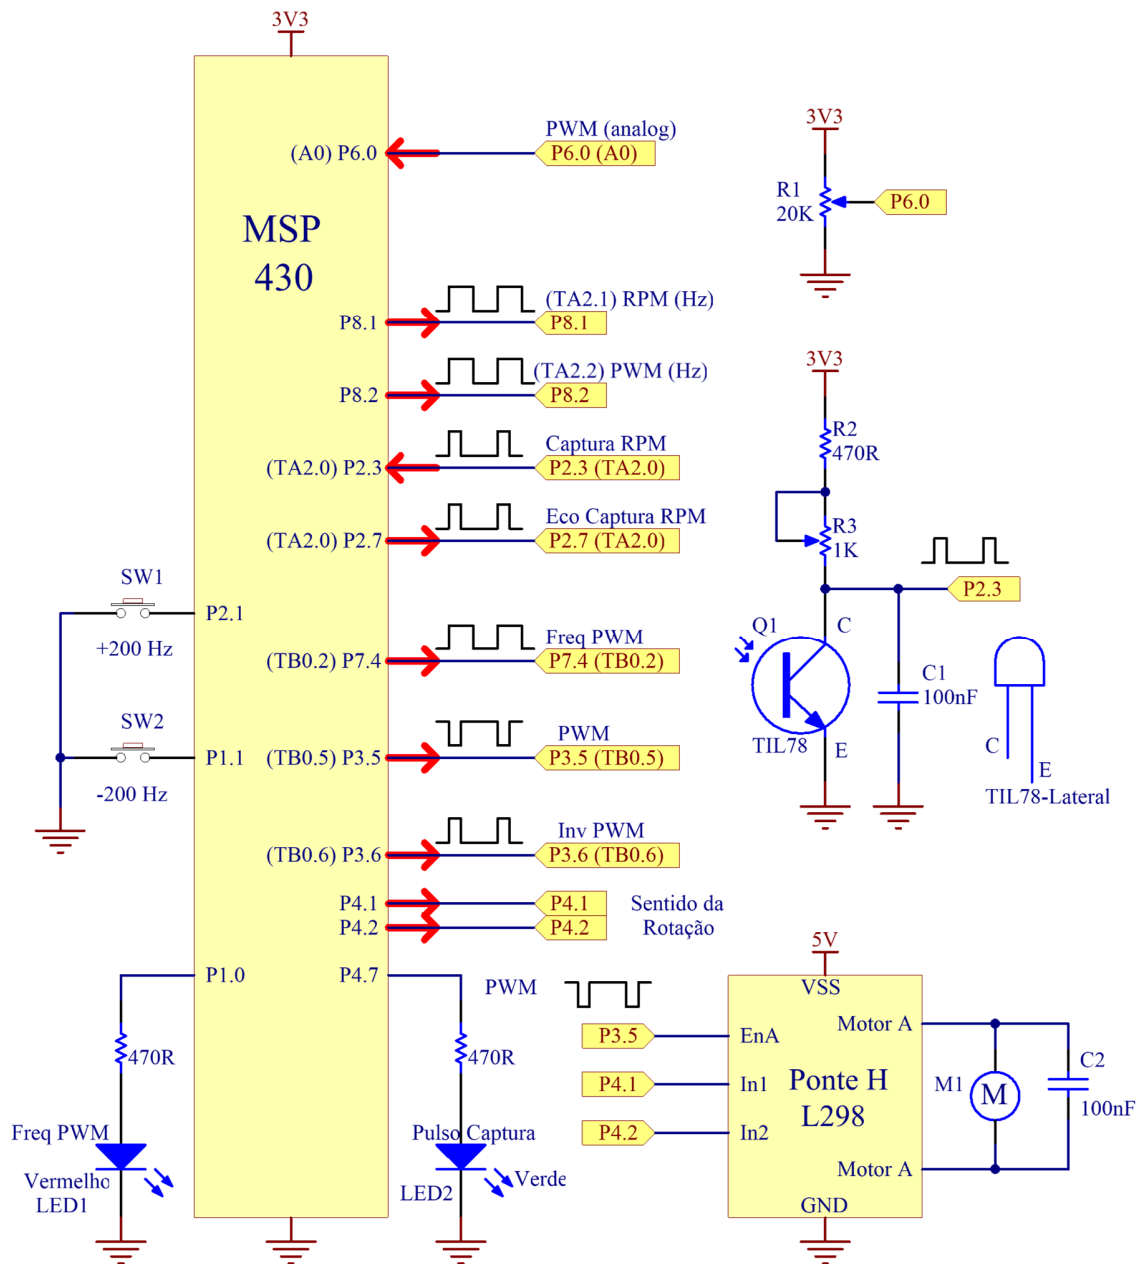

Figura M.23. Ambiente de experimentação de motor DC usando a placa com o L298.
**Solução:** A Figura M.23 apresenta a solução para a conexão da placa com o L298 ao circuito anterior (Figura M.16). Note que houve poucas alterações. Surgiram dois pinos P4.1 e P4.2, que são usados para indicar ao L298 o sentido de rotação do motor e a saída PWM foi ligada ao *enable* (EnA).